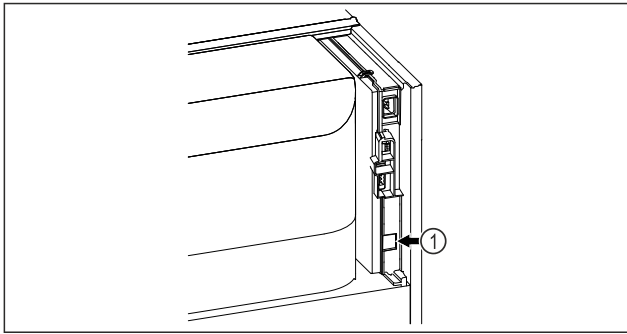

Fig. 73
- SmartModule Fig. 73 (1) er indsat.